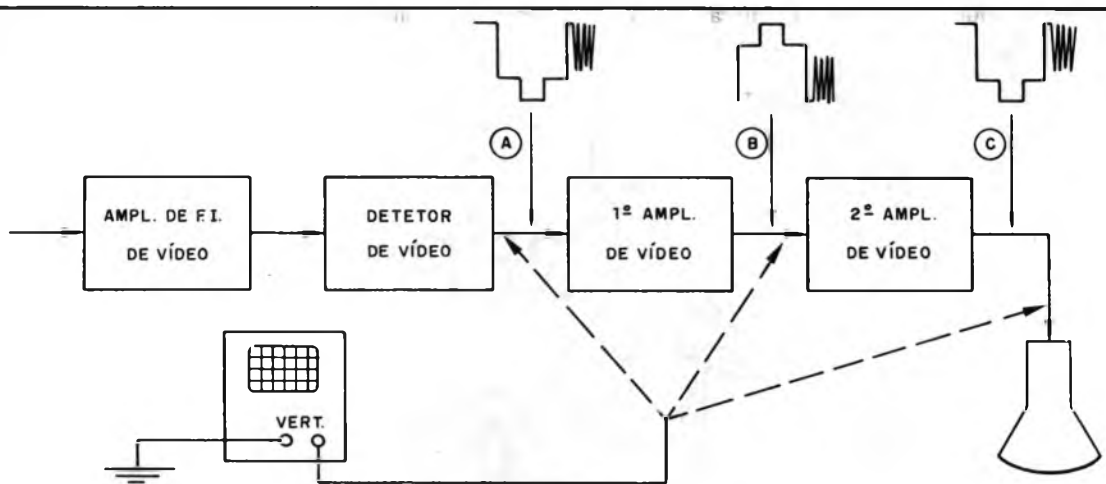
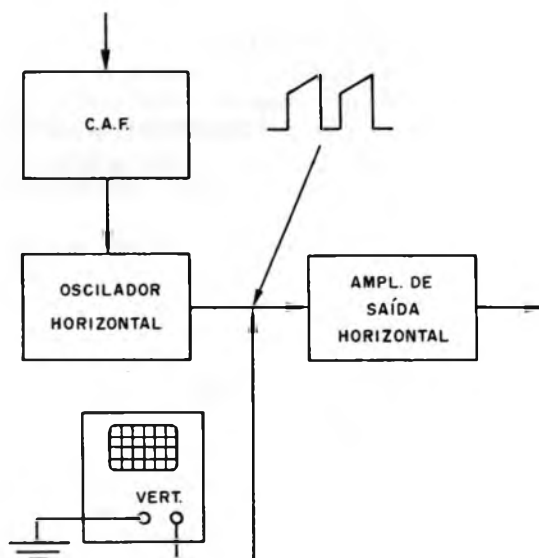
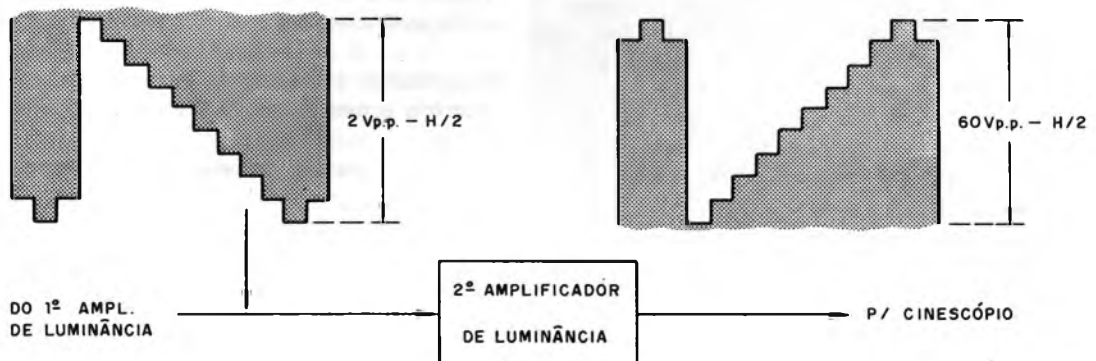

Figura 1
Figura 2
Figura 3
Chamamos de manipuladores àqueles circuitos que operam, separando sinais, modificando a forma dos sinais, comparando sinais, filtrando sinais, demodulando sinais, ou mesmo atenuando, somando ou misturando sinais. Geradores são aqueles circuitos que trabalham de maneira independente, "produzindo" seu próprio sinal. Nesta categoria estão incluídos os osciladores e os geradores de varredura. A figura 1 mostra como é feita a pesquisa do sinal de vídeo dentro de um circuito amplificador de vídeo e a figura 2 mostra a pesquisa do sinal que é gerado em um oscilador horizontal.
No caso da figura 1, o sinal observado é chamado de "sinal composto de vídeo". Este sinal pode ser obtido de uma emissora que esteja operando no momento ou obtido de um gerador de barras que é ligado aos terminais de antena do televisor. Este sinal composto de vídeo, como pode-se observar na figura 1, contém o sinal de vídeo, propriamente dito, e os sinais apagador horizontal e sincronismo horizontal, todos numa só forma-de-onda. Este sinal pode ser no circuito amplificador de vídeo de qualquer televisor, desde que esse circuito esteja funcionando corretamente. Observe a inversão de fase que é produzida no sinal a cada estágio que o mesmo atravessa.
Conectando um gerador de barras na entrada de antena ou sintonizando o televisor para um canal operante, e ligando a "entrada vertical" do osciloscópio para qualquer um dos estágios mostrados na figura 1, permite saber em qual circuito se encontra o defeito. Se, por exemplo, a tomada de sinal na saída do detetor de vídeo não apresenta uma forma-de-onda semelhante àquela mostrada na figura 1, ou seja, a tela do osciloscópio não mostra "nada", a não ser um traço horizontal, a indicação é de que o defeito se encontra no seletor de canais, no amplificador de vídeo, ou mesmo no C.A.G. Se, pelo contrário, a forma-de-onda do "sinal composto de vídeo" pode ser obtida na saída do estágio detetor de vídeo, então a indicação é de que o defeito está no primeiro ou no segundo estágio amplificador de vídeo.
Após ter determinado em qual estágio se encontra o defeito, passa-se a uma verificação dos componentes do mesmo, agora com auxílio de um multímetro. A figura 2 mostra uma forma-de-onda aproximada que pode ser obtida na saída de um circuito oscilador horizontal. A existência, ou não, dessa forma-de-onda indica o funcionamento, ou não, do circuito oscilador horizontal do televisor sob teste.
- Sinal que deve ser aplicado na entrada do circuito sob teste (caso da figura 1).
- Condições de operação do circuito sob teste, tais como, tensão da rede, tensão D.C. de alimentação, posição dos controles, etc. (caso da figura 2).
Para os casos a e b, necessita-se a aplicação de um sinal na entrada do circuito sob teste, conforme foi feito para a figura 1. No caso a, por exemplo, o fabricante costuma indicar o valor da tensão pico-a-pico que pode ser obtida para determinado sinal na saída de um circuito sob condição de que na entrada do mesmo seja aplicado um sinal com valor especificado. A figura 3 mostra o caso de um típico televisor a cores, cujo fabricante indica que a operação do segundo estágio amplificador de luminância estará normal sempre que se aplicar na entrada de antena um gerador de barras coloridas, os controles de luminosidade e contraste estão em posição média e a tensão pico-a-pico da forma de onda for aquela indicada na figura.